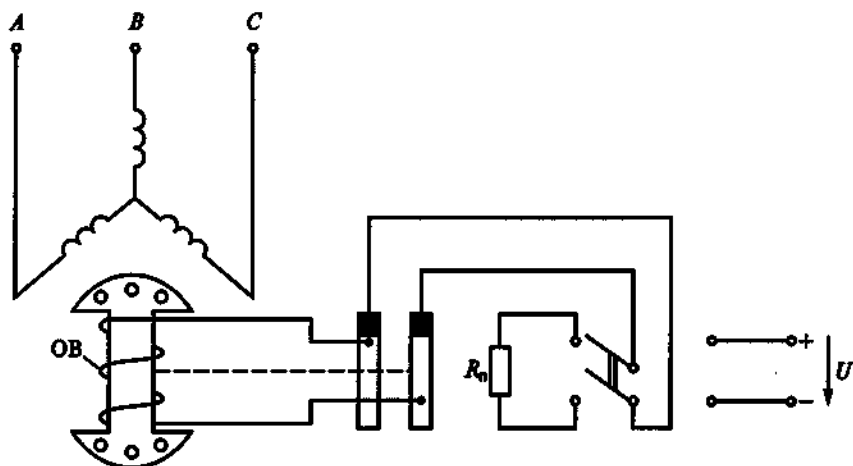

Рис. 234
9.81. На рис. 234 приведена одна из схем пуска синхронного двигателя. Для чего обмотка возбуждения (ОВ) в этой схеме на время пуска замыкается на резистор $R_{\text{н}}$?